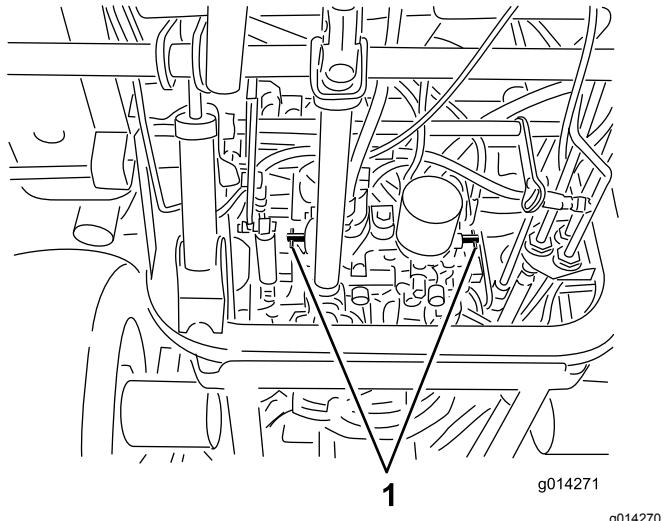

Figura 26
4. Gire las válvulas de desvío una vuelta en sentido antihorario (Figura 26).
1. Gire cada válvula de desvío una vuelta en sentido horario y apriételas a mano (Figura 26).
2. Apriete las válvulas a 8 N·m aproximadamente, según se muestra en Figura 26.